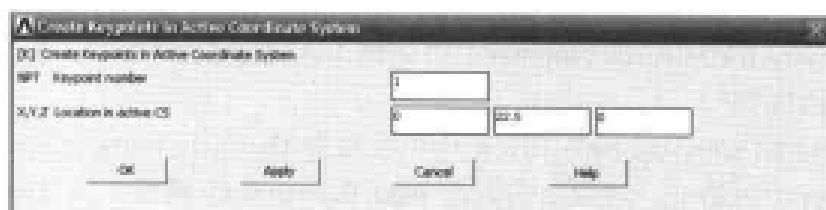

图 13-132 创建关键点对话框
(1) 选择 Main Menu | Preprocessor | Modeling | Create | Keypoints | In Active CS 命令, 出现 Create Keypoints in Active Coordinate System 对话框, 在 NPT Keypoint number 文本框中输入 1, 在 X,Y,Z Location in active CS 文本框中分别输入 0、22.5、0, 如图 13-132 所示, 单击 Apply 按钮。